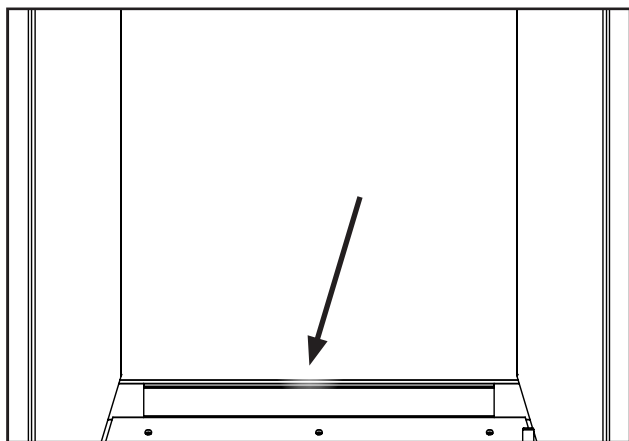

Figure 67: Rebord de doublure arrière
5. Installez d'abord la nouvelle doublure arrière en la posant sur le rebord à l'arrière du foyer (voir figure 67), puis suivre avec les doublures gauche et droite.